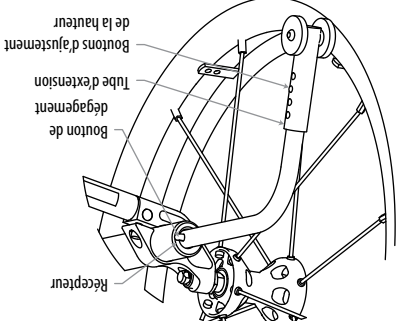

Figure 17.27
- 1 Appuyez et maintenez le bouton de dégagement sur l'anti-basculant; (Voir la figure 17.27)